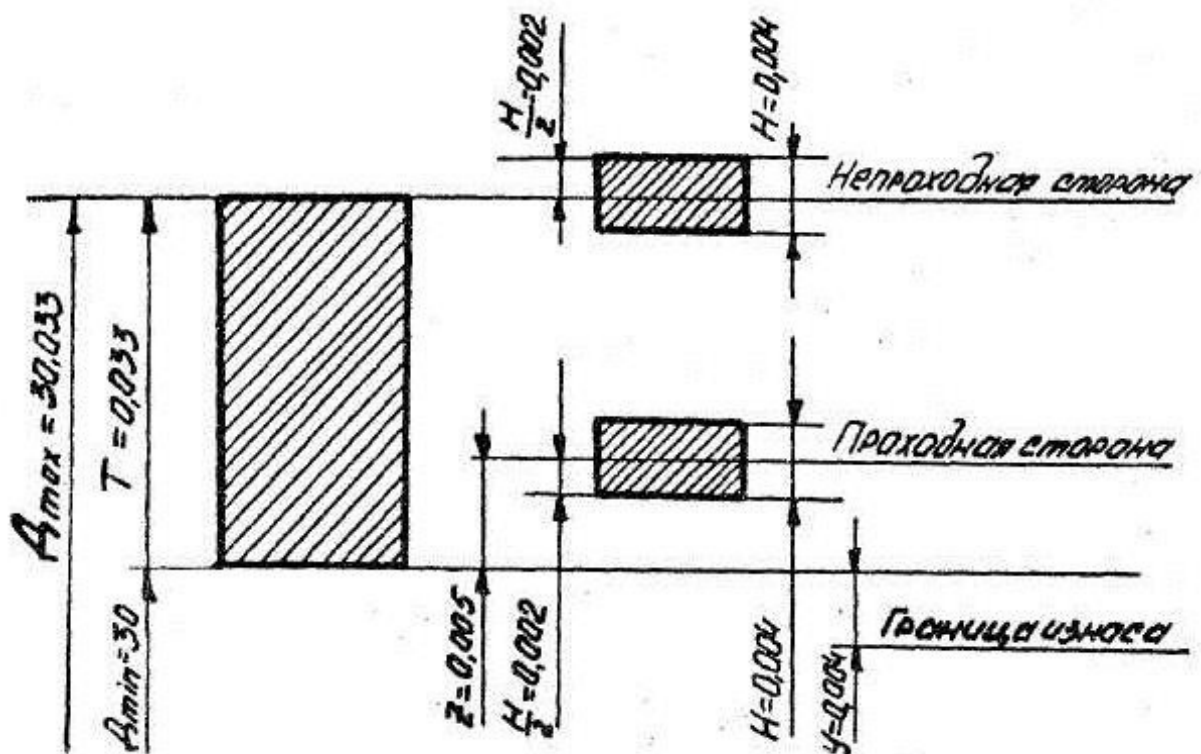

Рисунок 2 - Схема расположения полей допусков калибров
4. Построить по отклонениям детали поле допуска отверстия, а по отклонениям и допуску калибров – поля допусков на их изготовление и износ, установив предварительную границу начала отсчета отклонений (рисунок 2).